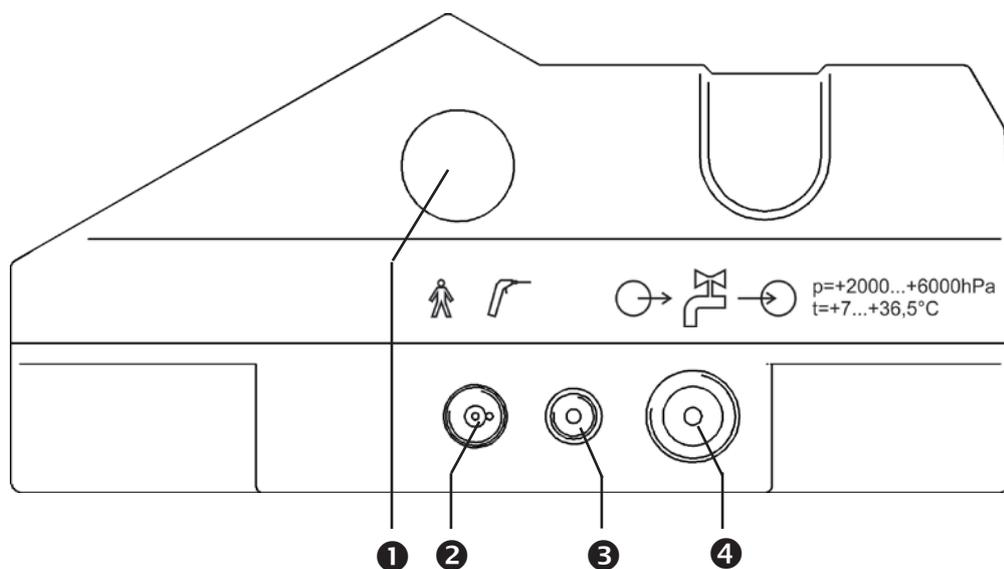
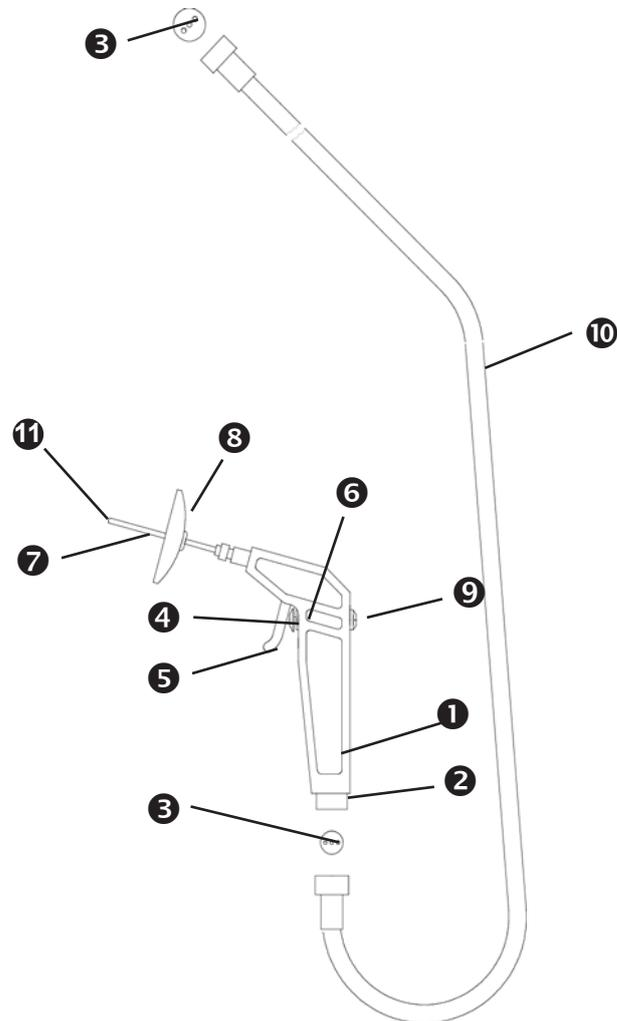

Bild 3. Seitenansicht
Bild 4. Spülhandgriff
- Verschrauben Sie die Mutter mit dem Filteranschluss und dem Geräteanschluss (⚡, Bild 3).
- Verschrauben Sie die Mutter mit dem Geräteanschluss (⚡, Bild 3) und der Abflussgarnitur.
- Schrauben Sie den "doppelläufigen Schlauch" (10, Bild 4) mit einer eingelegten "Dreilochdichtung" (9, Bild 4) auf den Geräteanschluss (2, Bild 3).
- Wasserflow: mind. 400 ml/min, nach Aufdrehen der Begrenzerschraube am Auslösehebel des Handgriffes (🔩, Bild 4).